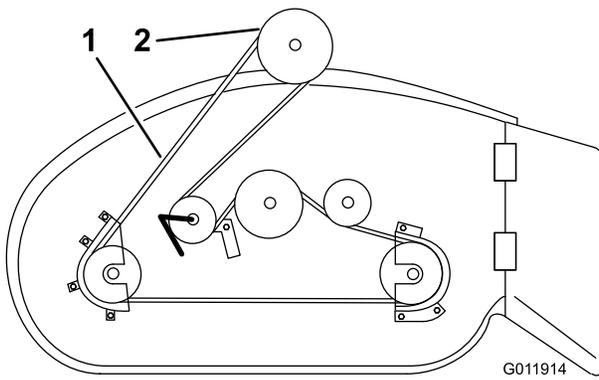

Bild 6
3. Montieren Sie den Mähwerkriemen auf der elektromagnetischen Kupplungsriemenscheibe (Bild 6).